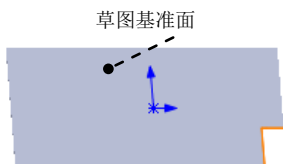

图 14.4.10 切除—拉伸 1
Step6. 创建图 14.4.10 所示的切除—拉伸 1。
(1) 选择命令。选择下拉菜单 **插入(I)** → **切除(C)** → **拉伸(E)...** 命令。
(2) 定义特征的横断面草图。
① 定义草图基准面。选取图 14.4.10 所示的表面作为草图基准面。